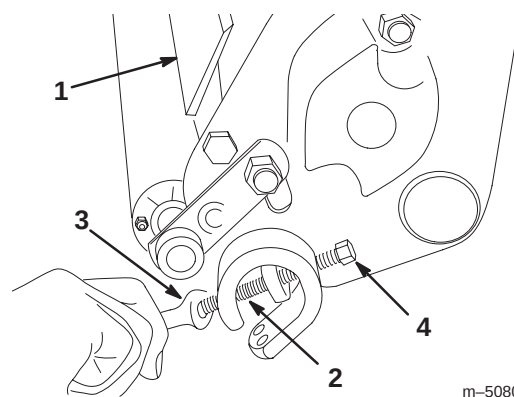
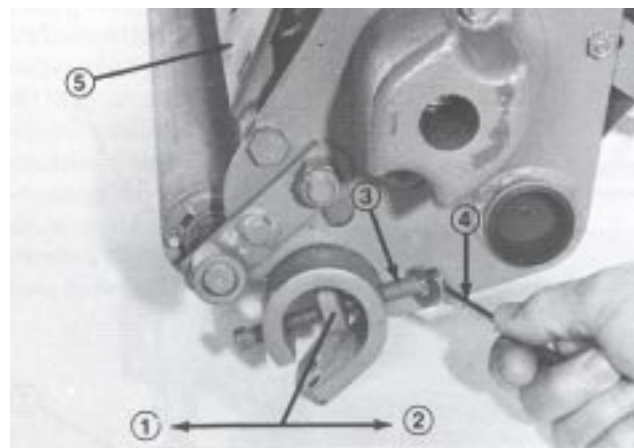

Bild 2
Bild 3
- Lockern Sie die untere Einstellschraube auf jeder Seite des Mähwerks (Bild 2). Ziehen Sie dann die obere Einstellschraube an jeder Seite des Mähwerks an (Bild 3). Diese Einstellung verringert den Abstand zwischen dem Untermesser und den Spindelmessern.
2. Wenn Sie das Untermesser auf die Spindel eingestellt haben, prüfen Sie, dass die oberen und unteren Einstellschrauben an beiden Enden des Mähwerks fest angezogen sind (Bild 2 und 3).